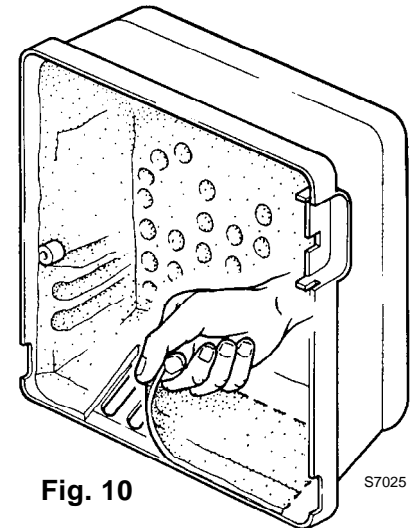

Fig. 10
**C** Om een optimale werking te bekomen van het model BS4 type 914T1, en bij een vermogen van 220 ÷ 246 kW, moet de vooruitgesneden acoustische isolatie verwijderd worden om bijkomende luchtopeningen vrij te maken (zie fig. 10).